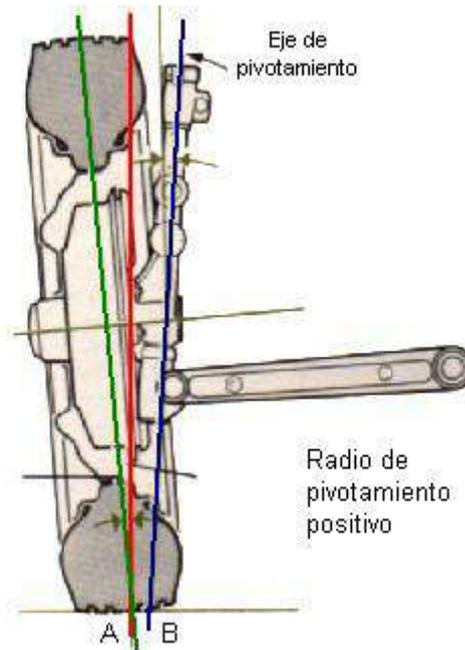

Fig. 20
**Descentrado de las ruedas o radio de pivoteamiento:** Es la distancia lateral entre el punto donde la prolongación del eje de pivoteamiento corta al suelo (B) y el punto central del dibujo del neumático (A). Fig. 20